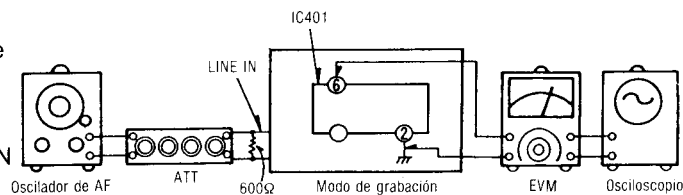

Fig. 16
1. La conexión del equipo de prueba se muestra en la Fig. 16.